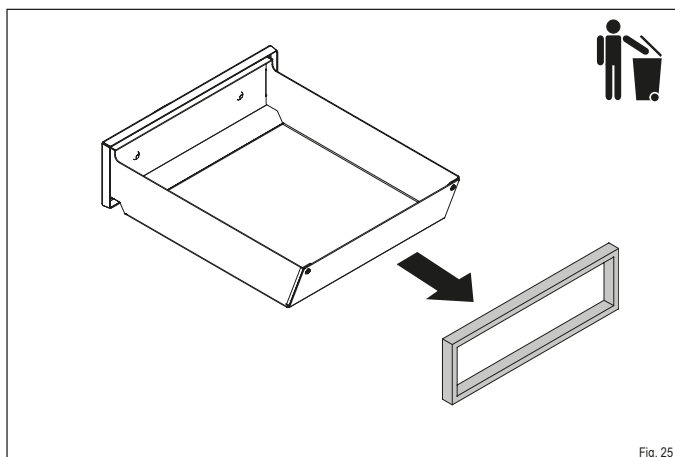

Fig. 25
- Retirez l'ancien joint du guide et jetez-le à la poubelle (Fig. 25).